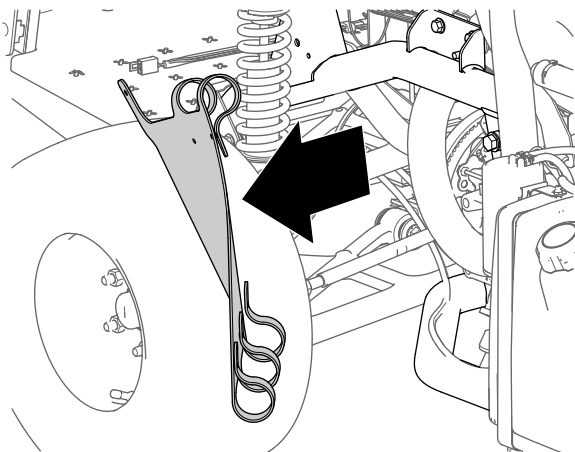

Figura 13
5. Remova o resguardo interior do guarda-lamas da máquina (Figura 13).